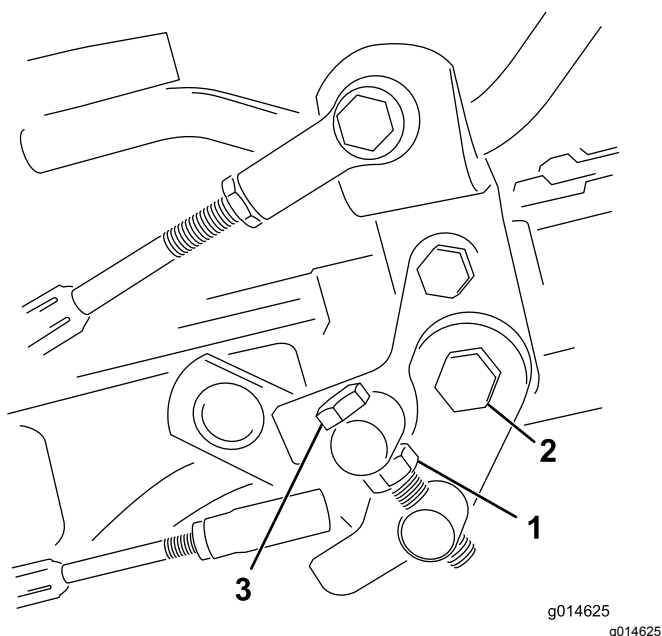

Figura 49
1. Afloje la contratuerca del tornillo de caperuza del muñón (Figura 49).
4. Apriete la contratuerca del perno del muñón y la tuerca de la articulación del pedal para bloquear el ajuste (Figura 49). Compruebe el funcionamiento, y vuelva a ajustar si es necesario.